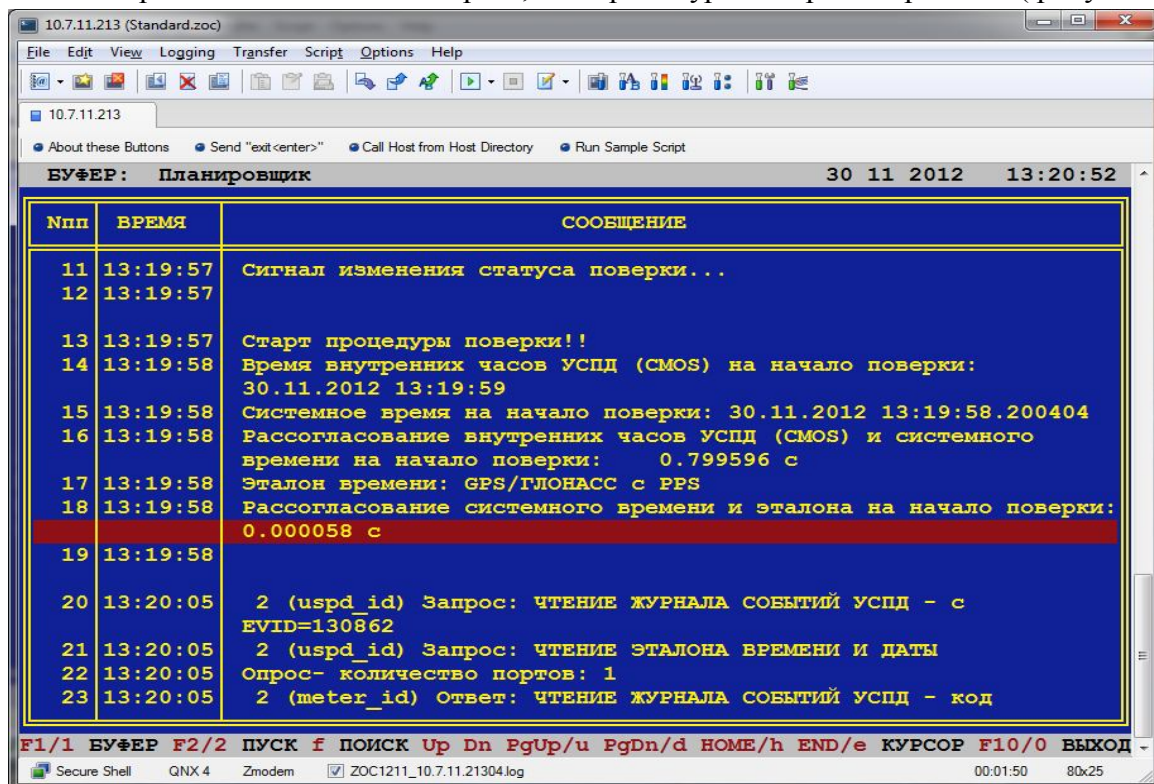

Рисунок 45
6.5.2.7. В планировщике можно посмотреть, что процедура поверки стартовала ( рисунок 45).